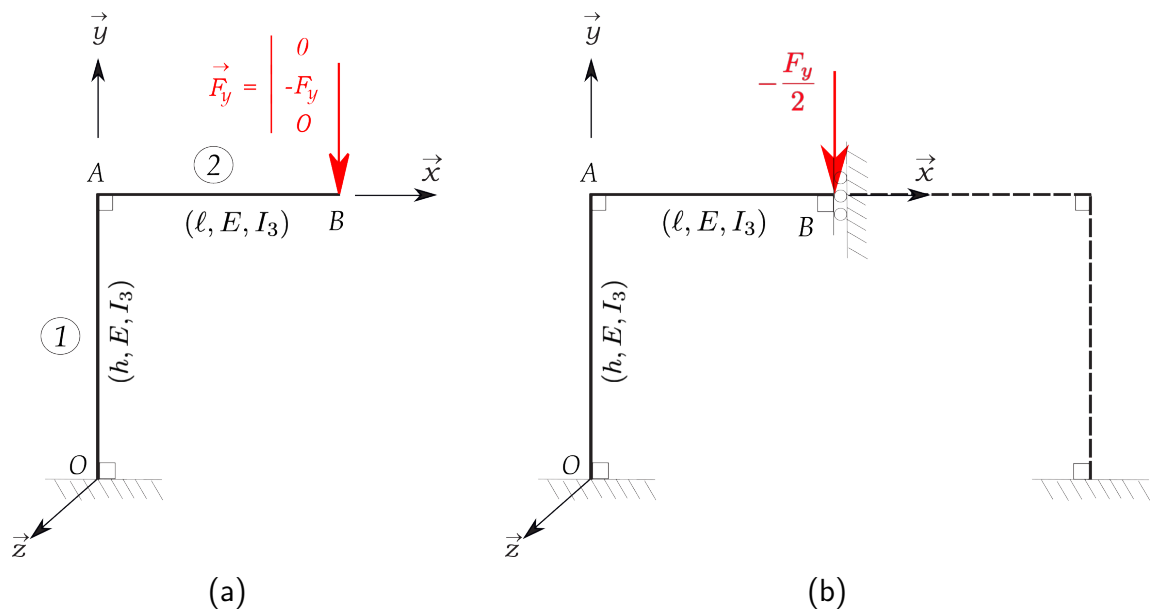

Figure 1.1: Cas de portiques : (a) portence (portique simple) et (b) portique symétrique.
- pour le portique - Figure 1.1 -
4. pour le portique, comparer les déplacements et rotations aux points A et B de la Figure 1.1; tester en ajoutant un raidisseur